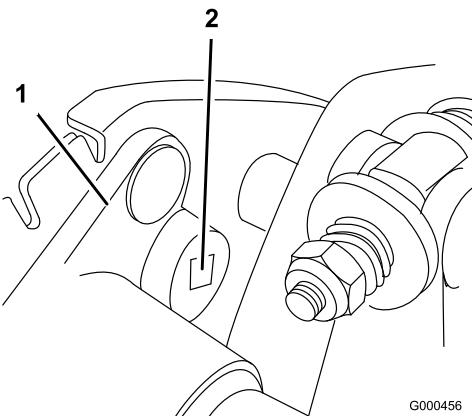

Figura 33
- Usando una llave dinamométrica de 3/8 pulgadas, gire el alojamiento del cojinete con una fuerza de 3,9–4,5 Nm para ajustar la tensión de la correa (Figura 33)